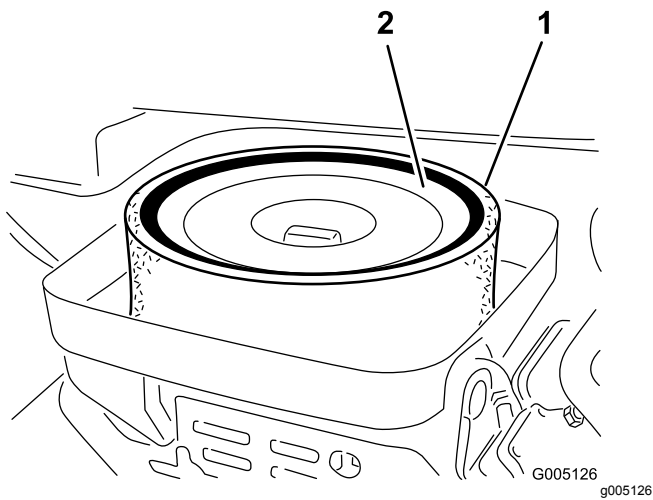

Figura 45
3. Se o elemento de esponja se encontrar sujo, deverá retirá-lo do elemento de papel (Figura 45). Limpe-o cuidadosamente, da seguinte forma: